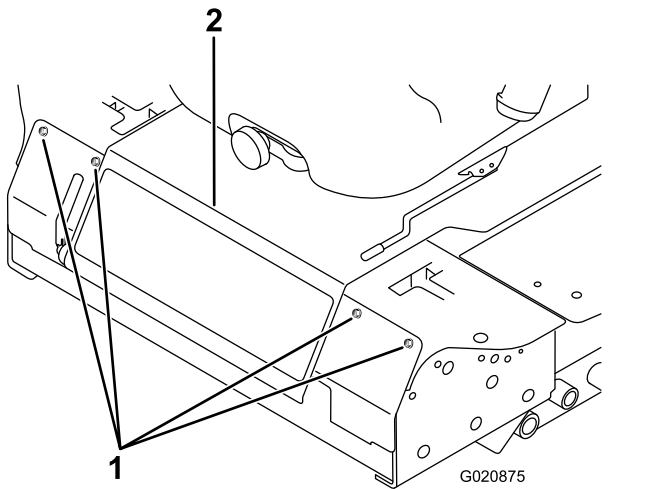

Figura 72
2. Afloje los pernos del panel delantero y retire el panel (Figura 72).